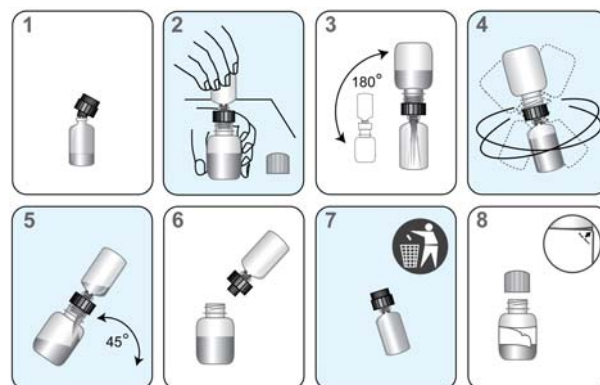

Figure 2. Processus de reconstitution
- b. Ouvrez le flacon de réactif déshydraté et insérez fermement l'extrémité portant une encoche du collet de reconstitution dans l'ouverture du flacon (Figure 2, Etape 1).
- c. Ouvrez la solution de reconstitution correspondante et posez le bouchon sur une surface de travail propre et couverte. Tout en tenant la bouteille de solution au-dessus de la paillasse, insérez fermement l'autre extrémité du collet de reconstitution dans la bouteille (Figure 2, Etape 2).
- d. Retournez délicatement l'assemblage de bouteilles. Laissez la solution s'écouler depuis la bouteille dans le flacon en verre (Figure 2, Etape 3). Attendez que le réactif lyophilisé se mêle à la solution, puis faites tourner délicatement la solution dans le flacon en verre en lui imprimant un mouvement circulaire pour la mélanger. Évitez de faire de la mousse pendant cette manipulation (Figure 2, Etape 4).
- e. Inversez l'assemblage puis inclinez-le à un angle de 45° pour minimiser la formation de mousse (Figure 2, Etape 5). Laissez la totalité du liquide retourner dans la bouteille en plastique.
- f. Retirez le collet de reconstitution et le flacon en verre (Figure 2, Etape 6) et jetez-les (Figure 2, Etape 7).
- g. Rebouchez la bouteille en plastique et retirez la partie supérieure de l'étiquette (Figure 2, Etape 8). Sur l'étiquette de la bouteille restante, inscrivez les initiales de l'opérateur, la date de reconstitution, ainsi que le numéro de lot du réactif lyophilisé sur tous les flacons de réactif reconstitué. N'oubliez pas d'indiquer l'analyte (PCA3 ou PSA) sur les flacons de réactif de sonde.